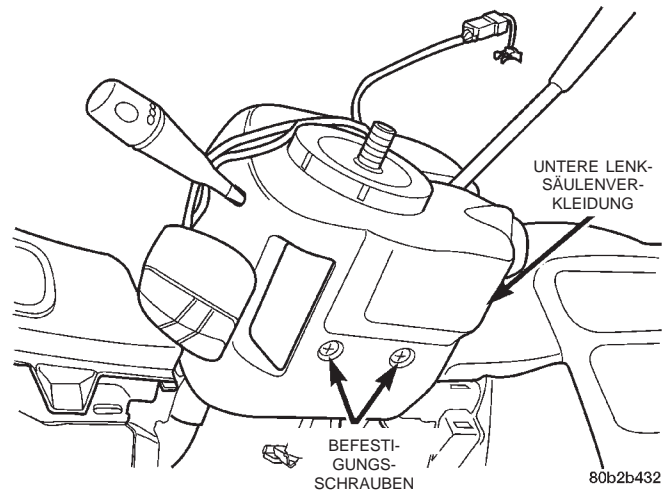
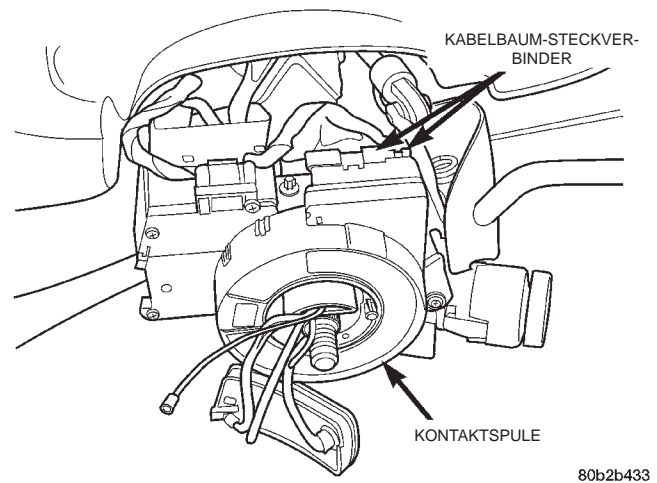

Abb. 15 Befestigungsschrauben/untere Lenksäulenverkleidung
Abb. 16 Kabelbaum-Steckverbinder an Kontaktspule
(20) Die beiden Befestigungsschrauben der unteren Lenksäulenverkleidung abbauen (Abb. 15). Untere Lenksäulenverkleidung abbauen.
(21) Kabelbaum-Steckverbinder von der Kontaktspule abziehen (Abb. 16).
(12) Kabelbaum-Steckverbinder an der Kontaktpule anschließen (Abb. 16).
(13) Falls er ausgebaut war, den Verkleidungsring am Schließzylinder des Zündschlosses montieren.
(14) Untere Lenksäulenverkleidung an der Lenksäule montieren (Abb. 15). Die beiden Befestigungsschrauben der unteren Lenksäulenverkleidung eindrehen und festziehen.